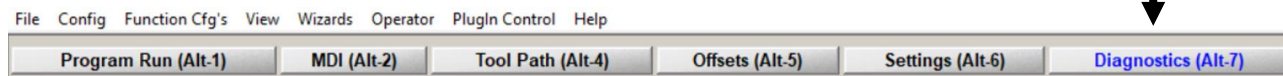

Рис. 2.3 Верхня панель програмного забезпечення *Mach3 Mill* з вкладками інтерфейсу
а) Відкрийте вкладку «Діагностика» (англ. *Diagnostics*) у програмному забезпеченні Mach3 Mill (див. рис. 2.3).
2) Відкрийте вкладку «Program Run» (укр. «Виконання програми») (див. рис. 2.3).